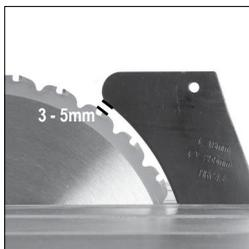

Рис. 15
- Несколькими оборотами фиксирующего болта ослабьте крепление распорного ножа (Рис. 15).
- Сдвиньте распорный нож (для удобства в нем сделан паз) между крепежной пластиной и монтажным блоком (Рис. 15). Следите, чтобы выступы на монтажном блоке оставались внутри паза распорного ножа.